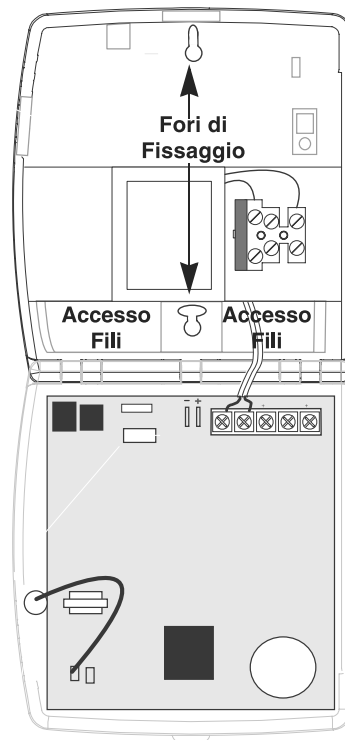

Figura 3. Foro di fissaggio/posizioni di accesso dei fili
2. Tenere la centrale di allarme contro la parete e segnare la posizione del foro di fissaggio con una matita (vedere Figura 3).
2. Fare passare tutti i fili attraverso i fori di accesso (vedere Figura 3).
La centrale di allarme ha 5 morsetti a vite situati nell'angolo in alto a destra della scheda dei componenti (vedere Figura 3) per collegare la tensione alternata di alimentazione, le sirene e/o i rivelatori cablati.